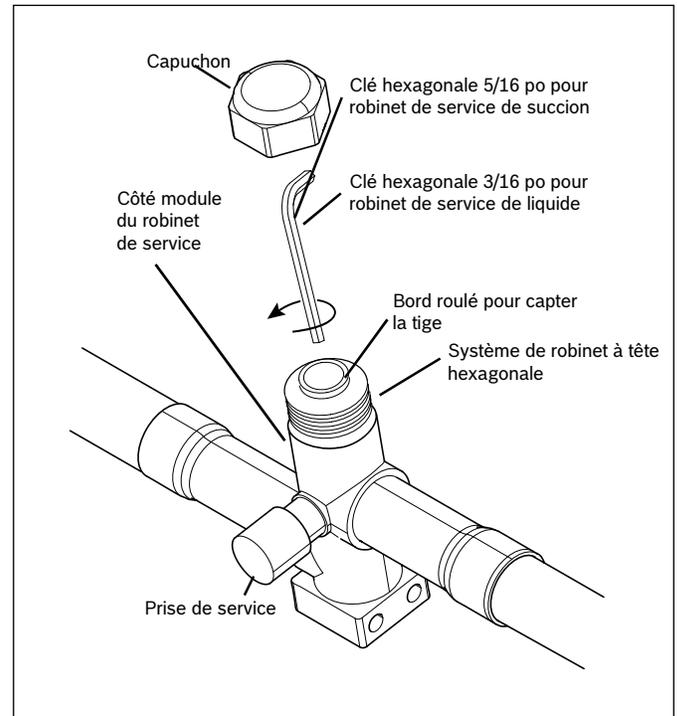

Figure 23
1. Retirez le capuchon du robinet de service (fig. 23).